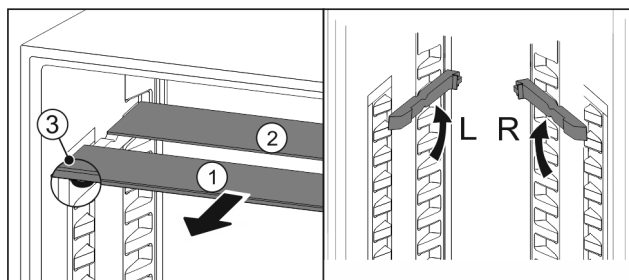

Fig. 50
- ▶ Trekk glassplatene enkeltvis fremover og ut Fig. 50 (1).
- ▷ Glassplate Fig. 50 (1) med pyntelist ligger foran.
- ▷ Stoppere Fig. 50 (3) peker nedover.